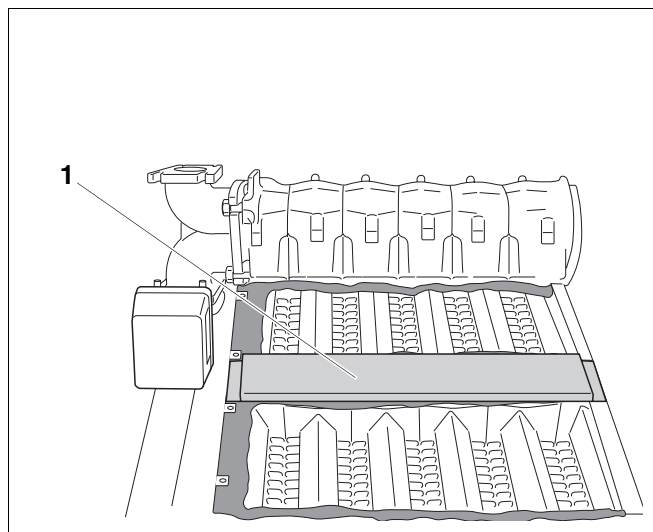

Рис. 34 Укладка средней части
- Уложить среднюю часть (рис. 34, **поз. 1**) вровень с передней кромкой отопительного котла.
- Выровнять среднюю часть (рис. 34, **поз. 1**) и закрепить спереди винтом с плоской головкой 3,9 x 9,5.